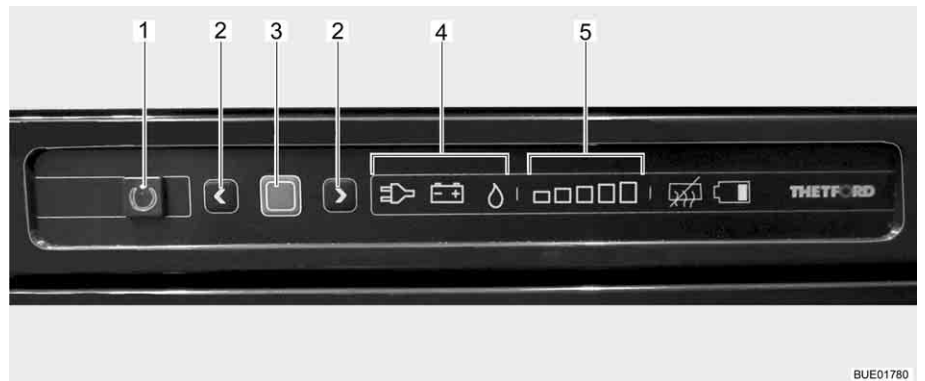

Bild 218 Reglage, knappar för kylskåpet
Det aktuella driftläget visas med en tänd symbol (Bild 218,4) på kontrollenheten.
När kylskåpet slås på väljs automatiskt den senast valda termostatinställningen. Denna inställning kan ändras manuellt med pilknappen (Bild 218,2). De lysande staplarna på kylnivåinstrumentet (Bild 218,5) visar den valda termostatinställningen. Med hjälp av pilknapparna ställs kyltemperaturen in för alla tre energikällorna. Det tar alltid några timmar innan man har en normal drifttemperatur i kylskåpet. Om en omkoppling sker till ett andra driftläge förändras termostatinställningen inte. Kyltemperaturen bibehålls oberoende av den valda energikällan.
- Tryck på på/av-knappen (Bild 218,1) i en sekund. Knappen (Bild 218,1) lyser grönt. Efter ca 10 sekunder dimmas indikeringen automatiskt för att spara ström.
- Tryck på bekräftelseknappen (Bild 218,3). Den aktuella inställningen för driftläget visas.
- Om inte driftläget gas har ställts in: Ändra inställningen genom att trycka på bekräftelseknappen (Bild 218,3) i ca 2 sekunder.
- Välj driftläget gas med hjälp av pilknapparna (Bild 218,2). Nu är gastillförseln öppen. Tändning sker automatiskt. Ett tickande ljud hörs tills tändningsproceduren är klar.
- Tryck ned bekräftelseknappen (Bild 218,3) i cirka 2 sekunder.
- Tryck på bekräftelseknappen (Bild 218,3) igen. Kylningsnivån indikeras med de lysande staplarna (Bild 218,5).
- Ändra inställningen genom att trycka på pilknapparna (Bild 218,2) tills önskad inställning visas.
- Tryck på på/av-knappen (Bild 218,1) i cirka 2 sekunder. Alla lampor slocknar. Kylskåpet är avstängt.
- Om inte gasdriftläget 230 V-drift är inställt: Ändra inställningen genom att trycka på bekräftelseknappen (Bild 218,3) i ca 2 sekunder.
- Med pilknapparna (Bild 218,2) väljer du 230 V-drift.
- Om inte gasdriftläget 12 V-drift är inställt: Ändra inställningen genom att trycka på bekräftelseknappen (Bild 218,3) i ca 2 sekunder.
- Med pilknapparna (Bild 218,2) väljer du 12 V-drift.